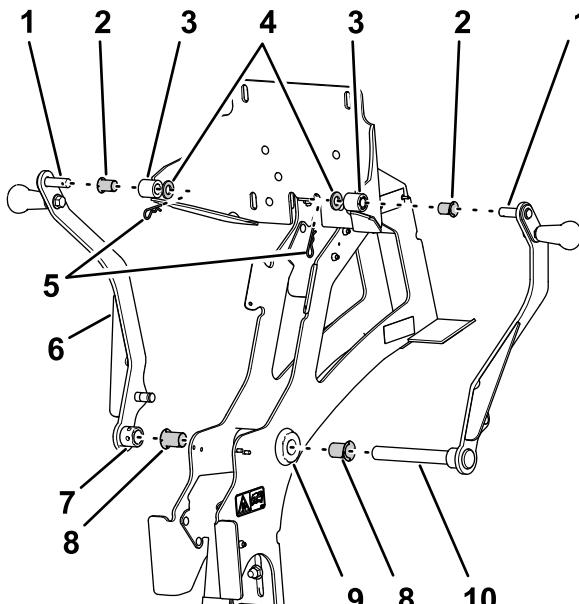

Bild 16
- Stecken Sie die Flanschbüchse (Innendurchmesser von 3/4") in jedes Ende des Schwenkrohres im Hauptstützrahmen (Bild 16).
- Stecken Sie eine Flanschbüchse (Innendurchmesser von 1/2") in den linken und rechten Hub der Rückplatte (Bild 16).
- Stecken Sie den unteren Lagerbolzen des rechten Wiegearms durch die Bundbüchse an der rechten Seite des Schwenkrohrs und des Drehzapfens (Bild 16).
4. Befestigen Sie den oberen Lagerbolzen des rechten Wiegearms durch den rechten Hub der Rückplatte (Bild 16).
5. Befestigen Sie den oberen Lagerbolzen mit einer Scheibe ( $\frac{1}{2}$ ") und einem Splint an der Rückplatte (Bild 16).
6. Montieren Sie den Hub des linken Wiegearms über das Ende des unteren Lagerbolzens des rechten Wiegearms, der links von der linken Bundbüchse im Schwenkrohr herausragt (Bild 16).
7. Setzen Sie den oberen Lagerbolzen des linken Wiegearms durch den linken Hub der Rückplatte ein (Bild 16).
8. Befestigen Sie den oberen Lagerbolzen des linken Wiegearms mit einer Scheibe ( $\frac{1}{2}$ ") und einem Splint an der Rückplatte (Bild 16).